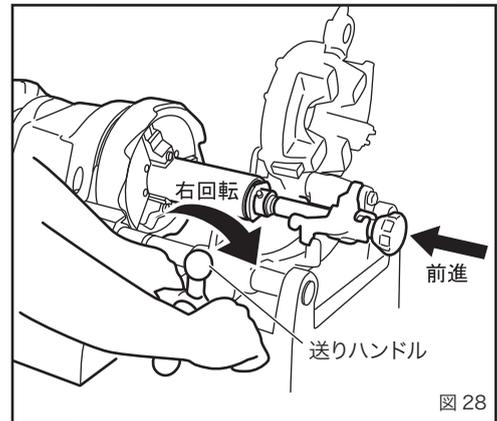

図 28
- ④スイッチを入れてパイプを回転させてから、送りハンドルでリーマをパイプに押しつけ、パイプが1回転以上したらリーマをパイプからはなしてください。これで面取りは完了です。(図 28)